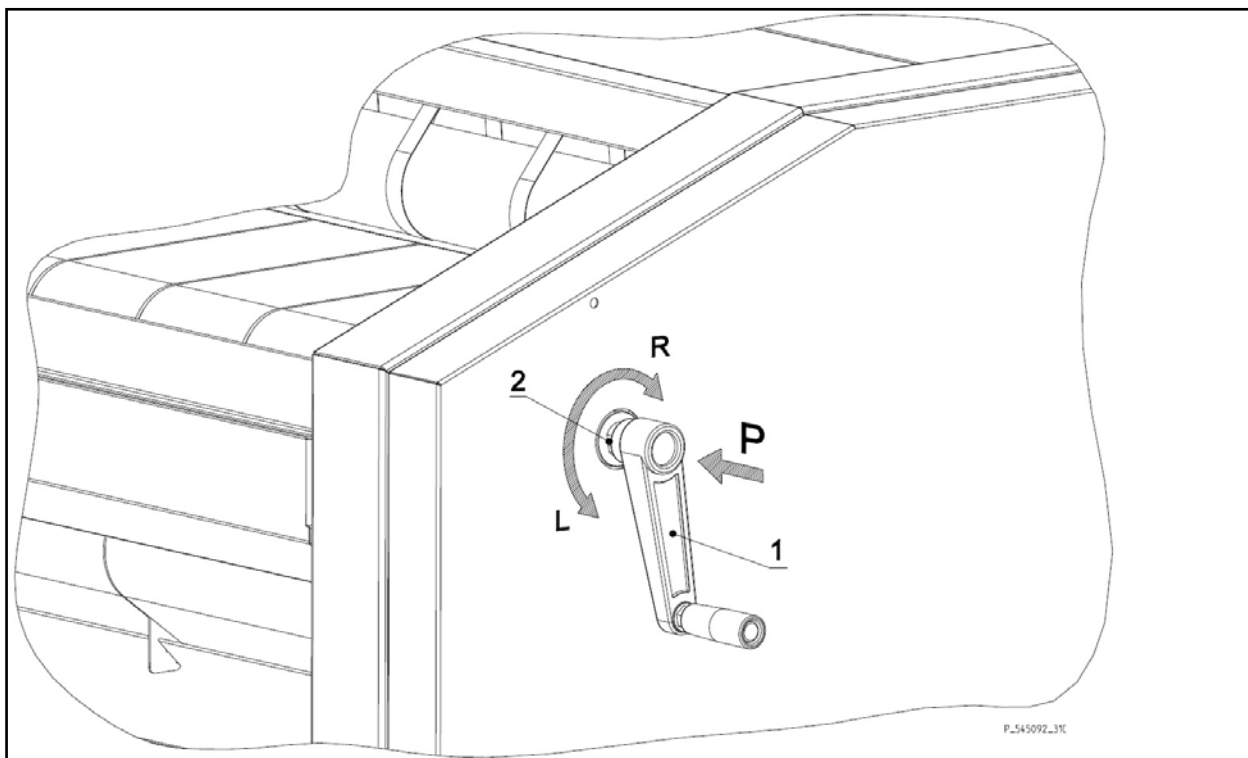

Figura 5.6.
- Manovella, rappresentata in figura 5.6., è un meccanismo che assicura il comando manuale della macchina. È collocata nel montante destro della macchina.
- Figura 5.6. – manovella
- La maniglia è installata nella macchina in modo tale che in posizione normale non è legata al sistema di comando della macchina. Il legame avviene dopo la pressione della manovella in direzione „P“ - vedi in figura 5.6. Il sistema è munito di un giunto dentato. La pressione sviluppata sulla manovella durante il funzionamento della macchina comporterà gli „scatti“ della manovella. La costruzione della manovella garantisce che quando la manovella è spinta verso l'interno della macchina e l'operatore di comando non sviluppa la pressione „P“ a macchina in funzione, la manovella si disinserisce fuori posizione di accoppiamento.
- Prima di eventuale smontaggio della copertura destra o per altri motivi operativi sarà necessario smontare la manovella (1) dalla macchina. La manovella (1) può essere smontata dalla macchina in direzione (L) dal mozzo (2). Prima di smontare la manovella, bloccare il mozzo (2) contro la rotazione con chiave HEX 19.